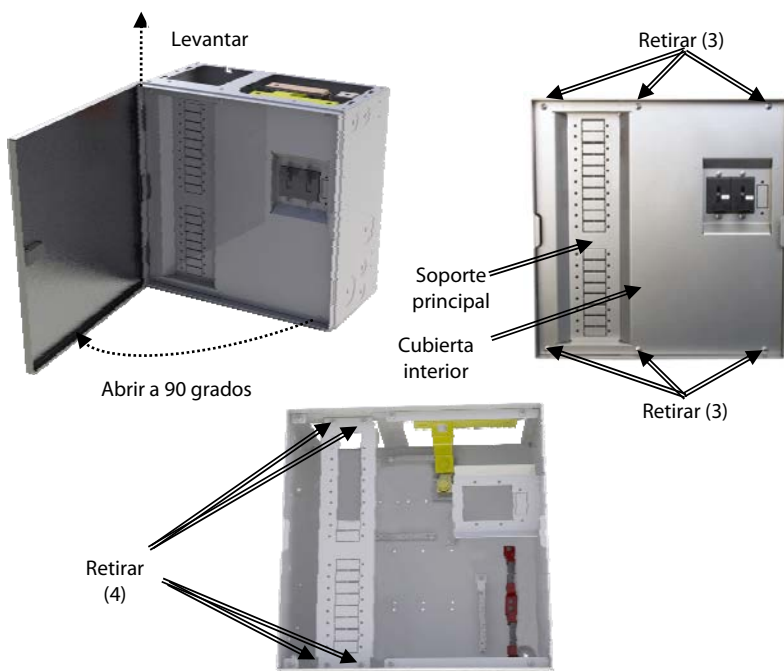

Figura 3 Extracción de las cubiertas y del soporte principal
1. Retire la cubierta frontal (a veces denominada "sección de enfrente") del GSLC. Abra la puerta a 90 grados y levántela aprox. 1/2" para desengancharla del GSLC (consulte la Figura 3).
2. Retire la cubierta interior (a veces denominada "tapadera protectora") del GSLC. Retire los seis tornillos de la parte superior e inferior de la cubierta (consulte la Figura 3) y saque la cubierta interior.¹
3. Retire el soporte principal del interruptor. Extraiga los cuatro tornillos de la parte superior del soporte (consulte la Figura 3) y retírelo.¹
5. Vuelva a instalar el soporte principal de los interruptores utilizando los cuatro tornillos y cualquier arandela Grower que haya retirado previamente. Utilice las ilustraciones de la Figura 3 en la página 4 como referencia.
Llegados a este punto, la instalación ha finalizado. La cubierta interior se debe volver a instalar utilizando los seis tornillos y arandelas Grower que se retiraron anteriormente. A continuación, se podrá volver a instalar la cubierta frontal. Utilice las ilustraciones de la Figura 3, en la página 4, como referencia.